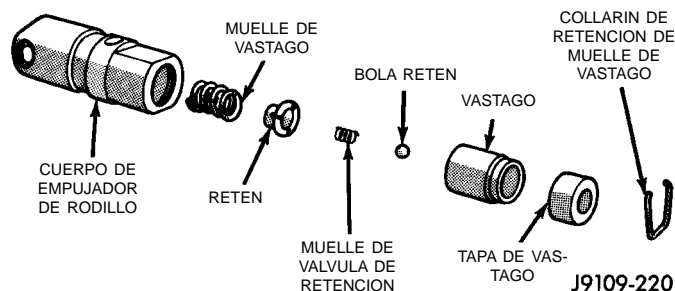

Fig. 49 Conjunto de empujador hidráulico
(1) Con un movimiento de palanca, extraiga el collarín de retención del muelle del vástago (Fig. 49).
(2) Limpie los depósitos de barniz del interior del cuerpo del empujador, sobre la tapa del vástago.
(3) Invierta el cuerpo del empujador y retire la tapa del vástago, el vástago, la válvula de retención, el muelle de la válvula de retención, el retén de la válvula de retención y el muelle del vástago (Fig. 49). La válvula de retención puede ser plana o circular.
(2) Reemplace los empujadores inservibles por nuevos conjuntos.
(3) Si el vástago presenta signos de rayaduras o desgaste, instale un nuevo conjunto de empujador. Si la válvula está picada o el asiento de válvula en un extremo del vástago no asienta correctamente, instale un nuevo conjunto de empujador.
(4) Ensamble los empujadores (Fig. 49).